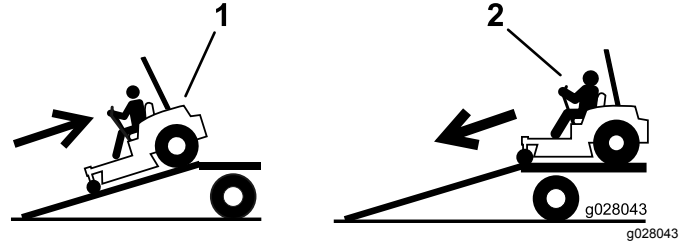

Figura 45
2. Scendete dalla rampa in marcia avanti (Figura 45).